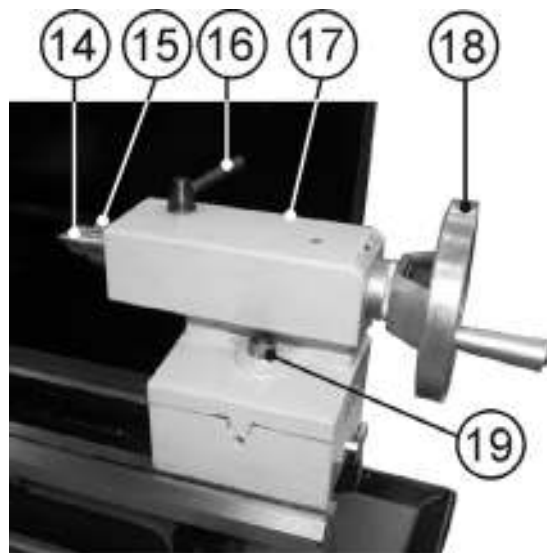

Рис. 10
10.1.6. Используя рожковый ключ (И), Рис. 1, поворотом против часовой стрелки ослабьте фиксацию гайки (19), фиксирующей положение задней бабки (17), расположенной в основании задней бабки (17). Переместите заднюю бабку (17) до упора центра задней бабки (14) в заготовку. Закрепите заднюю бабку (17) в этой позиции поворотом по часовой стрелке гайки (19), фиксирующей положение задней бабки (17). Поверните ручку фиксации положения пиноли (16) против часовой стрелки. Маховиком перемещения пиноли (18) по часовой стрелке необходимо поджать центр (14). Поворотом ручки фиксации положения пиноли (16) по часовой стрелке зафиксируйте установленное положение пиноли (15), Рис. 10.